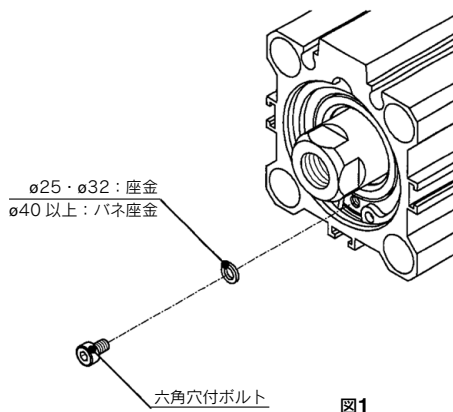

図1
- ③ 六角穴付ボルトの取外し [φ25以上のみ] (図1)